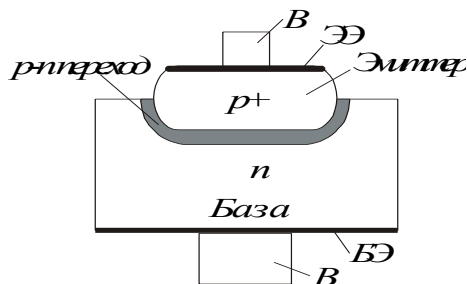

Рис.24. Устройство полупроводникового диода
**Полупроводниковым диодом** называется двухэлектродный прибор, основу которого составляет электронно-дырочный ( $n$ - $p$ ) переход (рис.24).